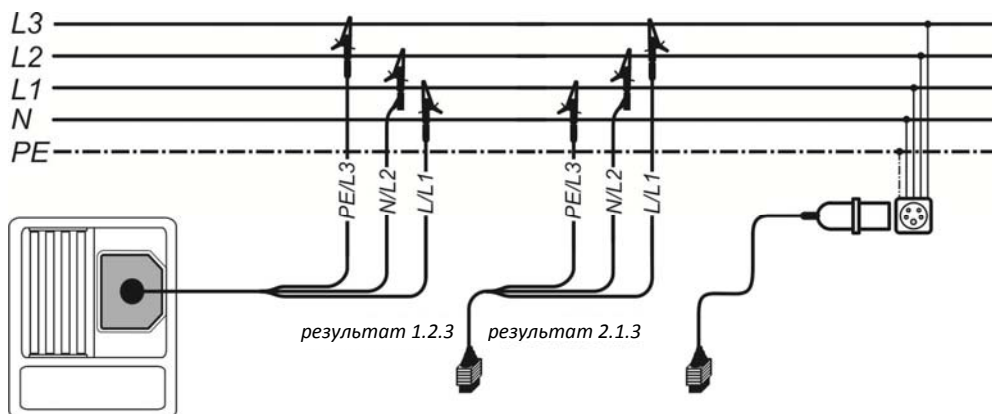

Рисунок 5.3: Подключение 3-проводного тестового кабеля и дополнительного адаптера к трехфазной цепи
- ❑ **Подключите** измерительные щупы к тестируемому устройству (см. рисунок *Рисунок 5.3: Подключение 3-проводного тестового кабеля и дополнительного адаптера к трехфазной цепи*